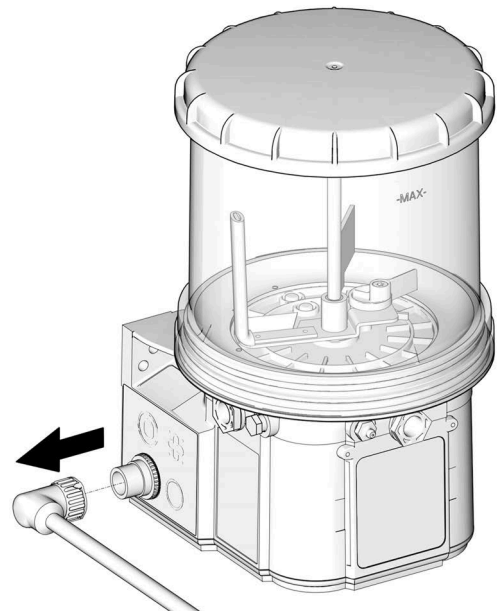

图 25
**注释** 如果无法断开电池连接，请拔下电源线 (图 25)。